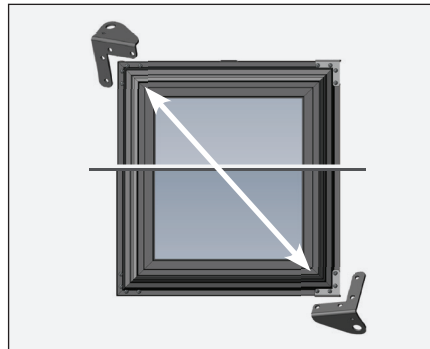

Abb. 5. Der bisher unten montierte Türwinkel wird nun an der Oberseite der Tür installiert.
**HINWEIS >** Nur die Türwinkel werden später wieder angebracht. Alle anderen Teile werden gegen neue aus dem mitgelieferten Set ausgetauscht. Türwinkel können an der diagonal gegenüberliegenden Türecke angebracht werden. Siehe Abb. 5.